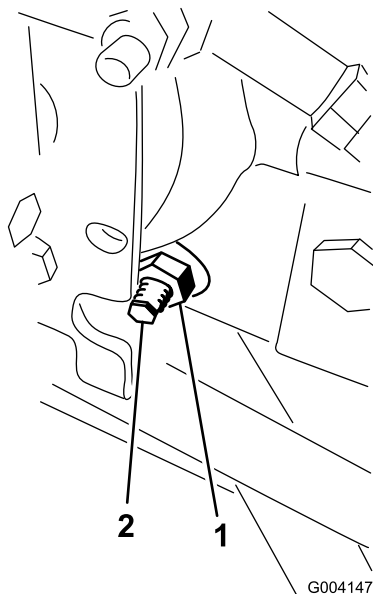

図 56
3. ハイドロスタットの右側にあるトラクション調整カムのロックナットをゆるめる 図 56。